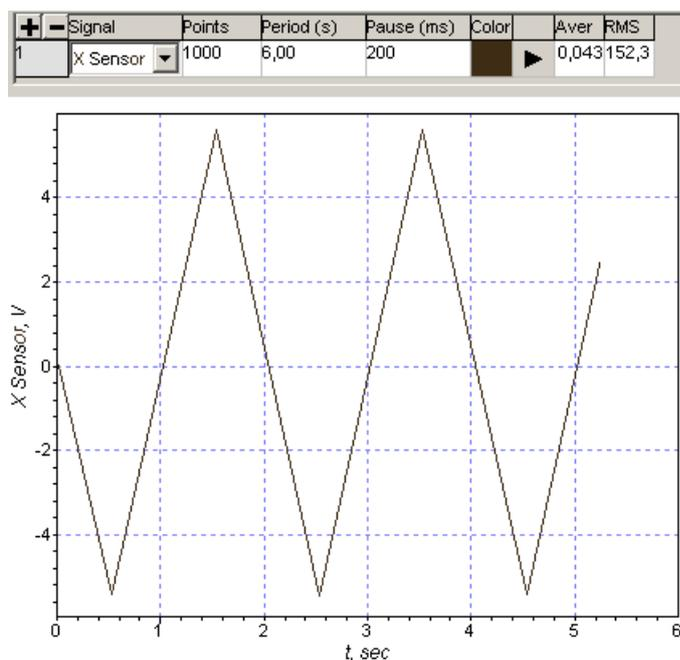

Рис. 2-13. Проверка настройки X-датчика.
- Если амплитуда сигнала не менее 9 В, а среднее напряжение не выходит за пределы диапазона ± 1 В (Рис. 2-13), то X-датчик не нуждается в подстройке и калибровке. Среднее значение сигнала отражается в графе **Aver** на панели выбора отображаемых сигналов.